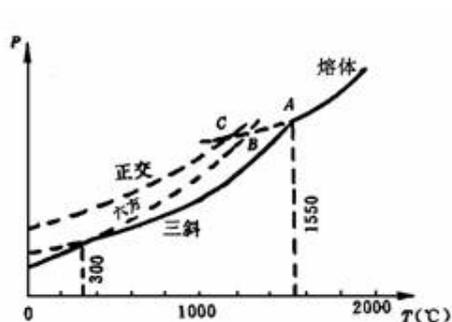

图6-1
6-4 如图6-1是钙长石 ($\text{CaAl}_2\text{Si}_2\text{O}$) 的单元系统相图, 请根据相图回答: (1) 六方、正交和三斜钙长石的熔点各是多少? (2) 三斜和六方晶型的转变是可逆的还是不可逆的? 你是如何判断出来的? (3) 正交晶型是热力学稳定态? 还是介稳态?